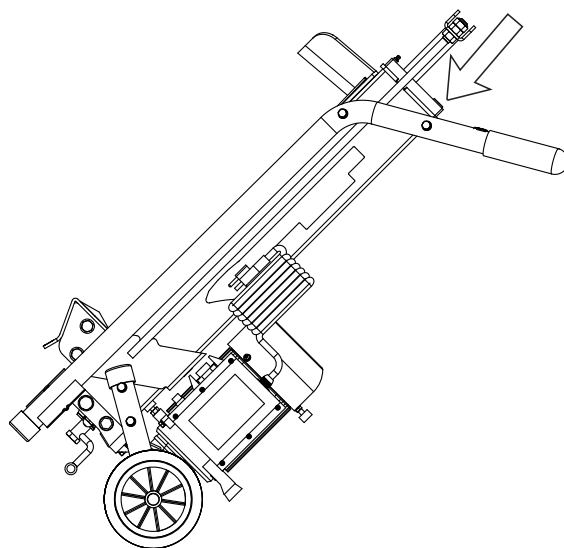

Figure 11
4. Basculer la fendeuse vers le côté moteur. **(VOIR FIGURE 11)**